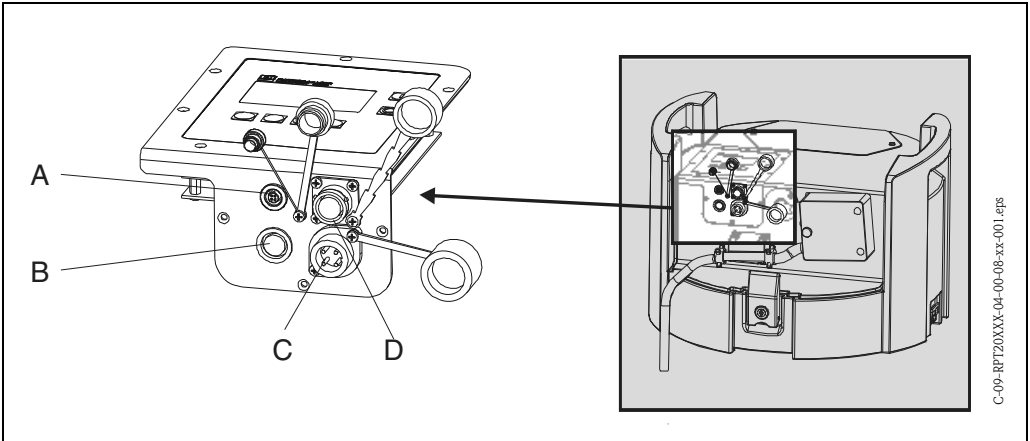

Fig. 4: Collegamento elettrico dell'unità
4.1.1 Connessioni per cavi di segnale (=> Fig. 4, pos. B)
4.1.2 Connessione dell'interfaccia RS232 (=> Fig. 4, pos. A)
4.1.3 Connessione del caricabatteria (=> Fig. 4, pos. C)
4.1.4 Connessione della sonda multiparametrica (opzionale; => Fig. 4, pos. D)